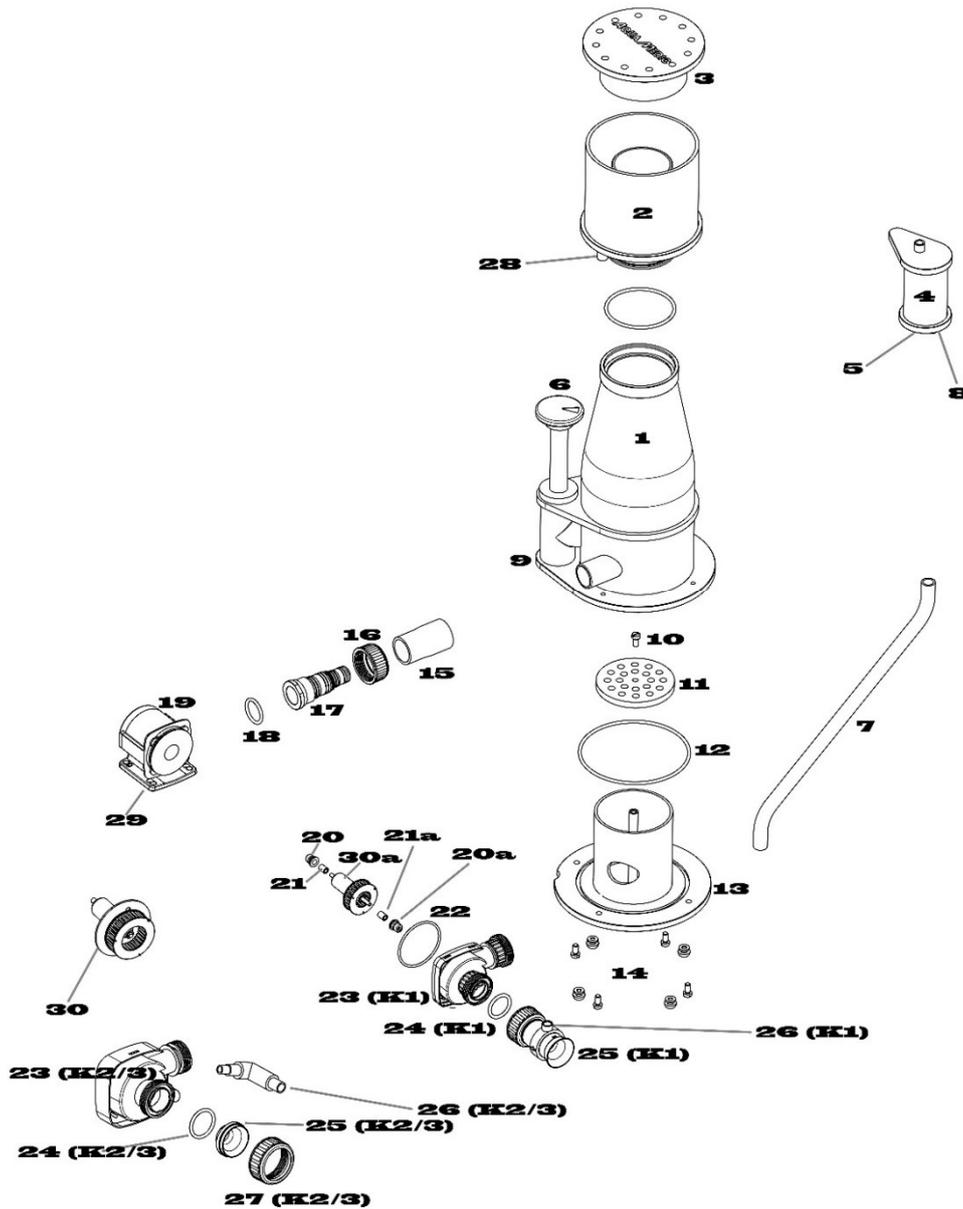

Fig. 1: Skimmer K1, K2, K3
Lado de presión: El lado de presión estará conectado con el skimmer mediante la conexión preparada mediante una pieza de goma. Por favor asegúrese de que las juntas (Fig. 1, No. 18 + 24) estén colocadas dentro del surco. Si es posible, monte la bomba en posición horizontal para una mayor absorción de aire y una operación más silenciosa.
- El tubo de aire tiene siempre que ser instalado hacia arriba, por encima del nivel de agua del skimmer. **Este tubo de aire no debe pender hacia abajo.** Por consiguiente, siempre debería estar conectado al amortiguador de sonido silencer (Fig. 1, Nº 5). El silenciador debe colocarse en un orificio de la tapa de la cazoleta recolectora de espuma. Conecte el extremo final del tubo con la toma de aire de la bomba. La cazoleta recolectora de espuma se inserta simplemente en la carcasa del skimmer desde la parte superior.
por lo que otros dispositivos podrían funcionar en seco y, por tanto, podrían ser dañados. El flujo debe ajustarse utilizando el tornillo de ajuste (Fig. 1, N° 6) y / o el controlador de la bomba de modo que se produzca una espuma casi seca. Hay una flecha en el tornillo de ajuste. Si apunta al skimmer, la salida está ajustada al nivel más bajo.